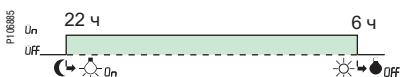

Рис. 1
Освещение витрины магазина вечером: время включения – в зависимости от освещенности, время отключения – заданное (например, 23:00). Освещение утром: время включения – заданное, например, 04:00, время отключения – в зависимости от освещенности (см. рис. 1).
- По окончанию конфигурирования IC Astro рассчитывает время восхода и захода солнца и предлагает программу, которую он будет использовать по умолчанию (включение нагрузки от заката до восхода), см. рис. 1.